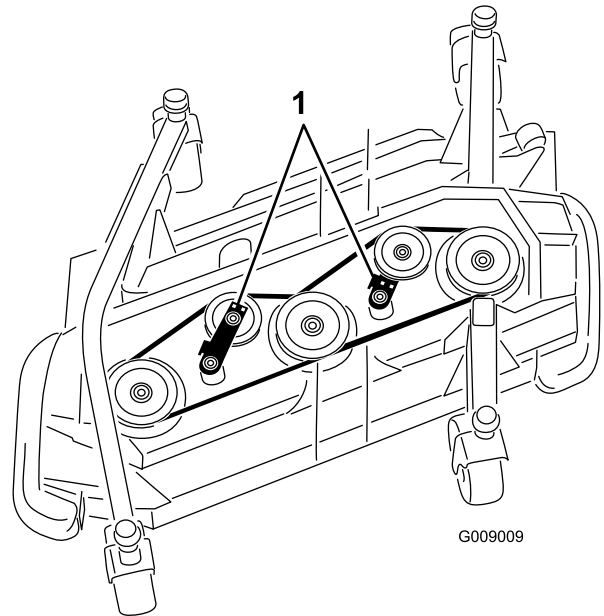

Bild 124
5. Schieben Sie die Spannscheibe mit einem Schraubenschlüssel oder einem ähnlichen Werkzeug vom Treibriemen und lassen Sie den Riemen von der Getriebespannscheibe rutschen (**Bild 124**).